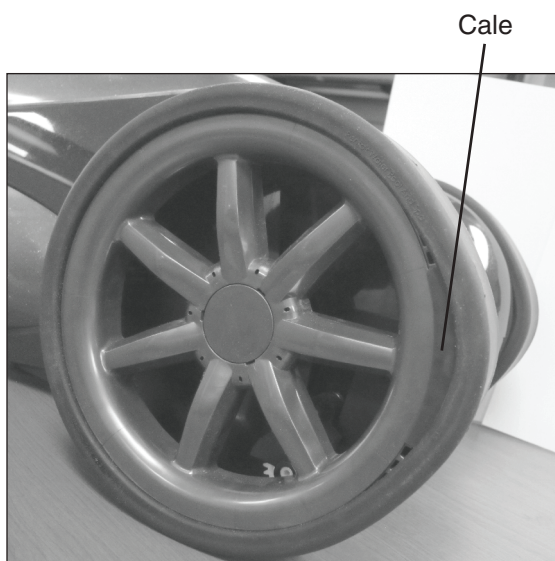

Figure 21.
Remarque : Installer chaque cale horizontalement, alignée avec les autres. Si les cales ne sont pas alignées les unes avec les autres, elles pourraient créer des difficultés pour le nettoyeur au niveau de la pente. Ceci est important pour le bon fonctionnement du nettoyeur. **Voir la figure 21.**
2. Pousser la cale vers le devant du nettoyeur jusqu'à ce que la cale soit bien installée derrière le rebord du pneu en caoutchouc. **Voir la figure 21.**